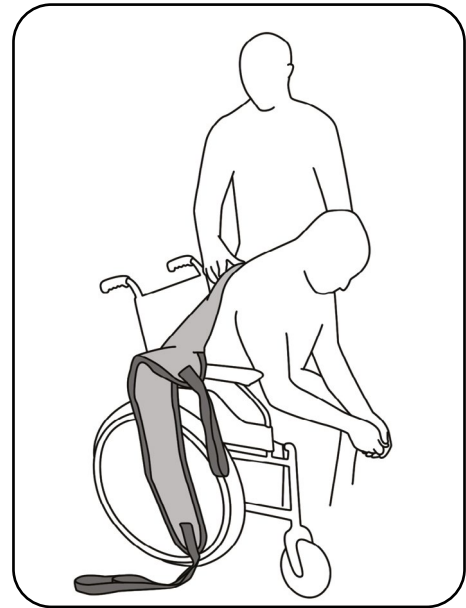

Abb. 8.2.01 – Liftergurt zwischen Patient und Sitzfläche positioniert
4. Schieben Sie den Liftergurt mit der Gurtoberkante bis auf Höhe des Achselbereiches des Patienten (Abb. 8.2.01). Achten Sie darauf, dass die Beinstützen jeweils rechts und links von den Beinen des Patienten liegen und nicht verdreht sind.